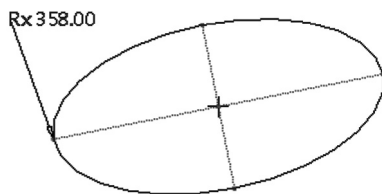

图 2-61 标注椭圆的长轴半径
- 4) 在“椭圆半径”对话框中选择“长轴”单选按钮或“短轴”单选按钮，然后单击“接受”按钮，从而完成一个半轴长度尺寸的标注。例如，在图 2-61 所示的示例中，标注了椭圆的长轴（X 轴）半径尺寸。